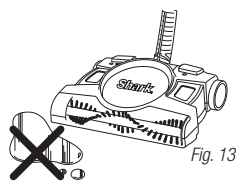

Fig. 13
- 2 No sumerja su barredora de pisos y alfombras en agua ni la use para levantar líquidos o limpiar pisos húmedos. (Fig. 13)